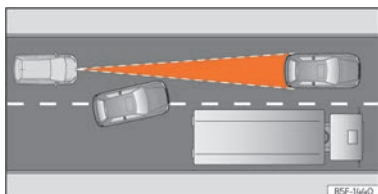

Fig. 106 Cambio de carril de un vehículo.
- Vehículos que cambien al carril por el que usted circula a poca distancia de su vehículo >>> **fig. 106.**